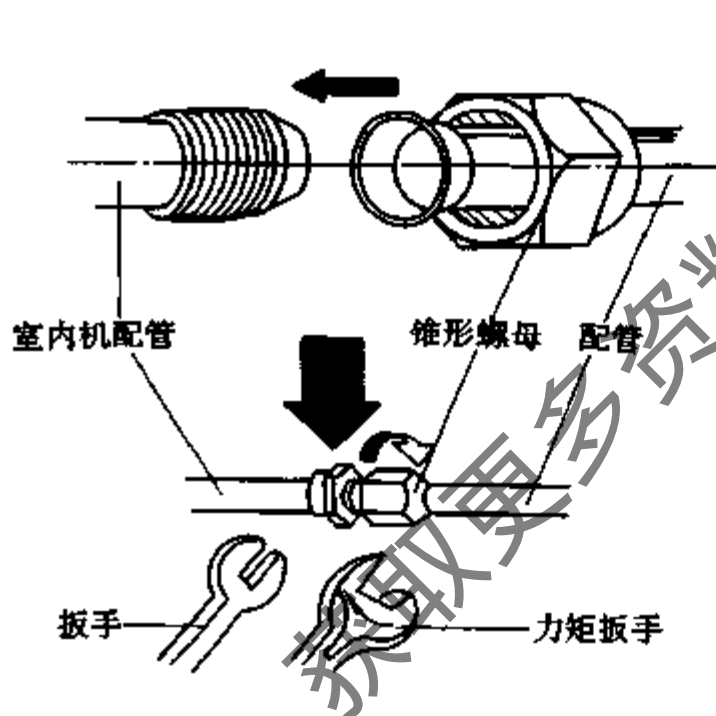
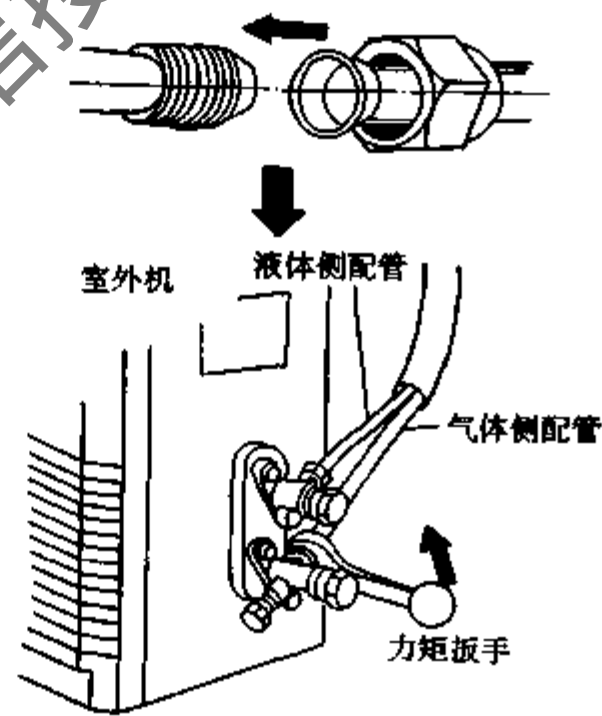

图 7-64 管路连接示意图(一)
图 7-65 管路连接示意图(二)
(1) 将连管用保温材料包扎好并与电线一起绕扎成一个整体,从室外侧把连管体穿过墙洞进入室内。
(2) 根据实际要求,对室内部分连管进行必要的弯曲。
(3) 打开室内机前面的进风栅格。
(4) 根据走向,把连管从相应工艺孔穿过室内机。
(5) 连管与室内机的连接:
① 用扳手松开室内机热交换器进出口的接头螺母。
② 仔细检查接头的清洁情况,并做必要的清洁工作。
③ 连接相应的连管到接头上,并旋紧螺母,如图 7-64、图 7-65 所示,并注意用力矩扳手旋转螺母。